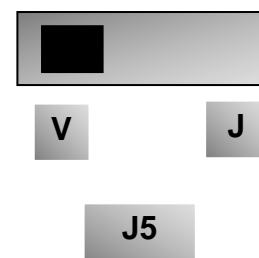

Figure 8-7
- xiii. Über die Analogausgangsklemme AO1 kann ein Spannungs- und Stromsignal ausgegeben werden. Der Wahlschalter ist J5 (siehe Abbildung 8-7). Das Ausgangsverhältnis ist in Tabelle 8-4 dargestellt.